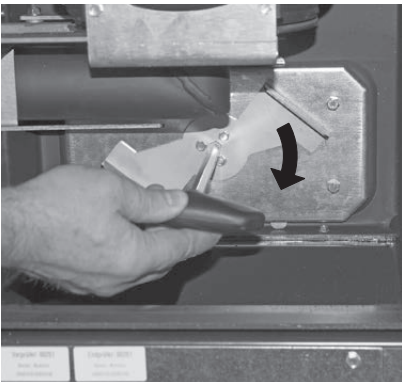

Fig. 79 Griff verdrehen und Deckel abnehmen
- Mit Innensechskantschlüssel Griff bei Deckel-Nachheizflächen im Uhrzeigersinn nach unten drehen und Deckel entfernen – Fig. 79.